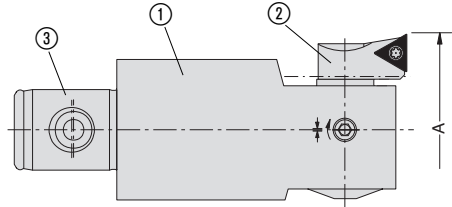

Fig. 1
- les outils sont livrés en acier allié, traité et rectifié. Les attachements machines sont du type Wohlhaupter-MULTI ③ (Fig.1)